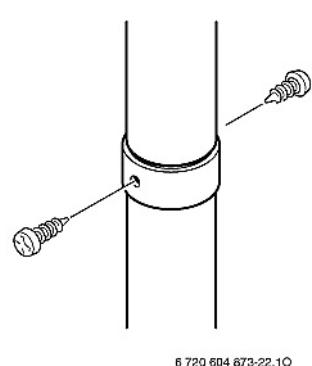

Fig. 21
- ▶ Bevestigen met 2 vijzen (fig. 21).
- ▶ Fixer le raccord avec 2 vis (fig. 21).